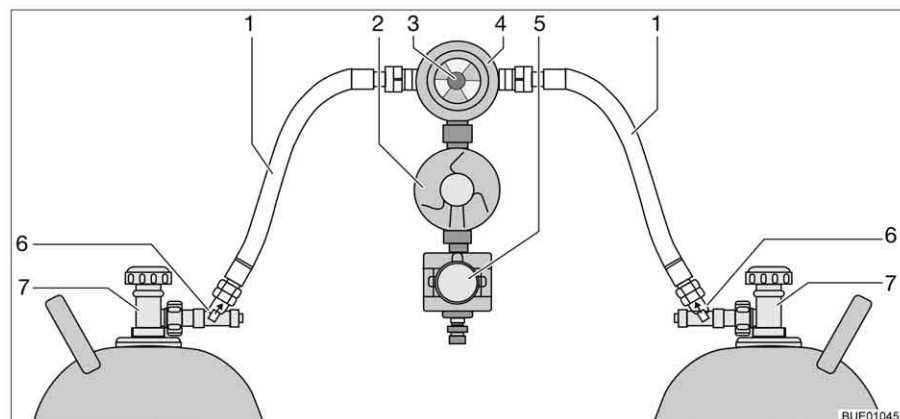

Fig. 99 Instalación de conmutación Crash Protection Unit
La Crash Protection Unit se compone de dos restrictores de desbloqueo manual (Fig. 99,6), una válvula selectora (Fig. 99,4) con regulador de presión (Fig. 99,2), una electroválvula (Fig. 99,5) y la unidad de mando con LED de tres colores. La válvula selectora está montada entre las dos gomas del gas (Fig. 99,1).
Con el botón giratorio (Fig. 99,3) en la válvula selectora se puede determinar cuál de las bombonas de gas se utilizará como bombona de servicio y cuál bombona de gas como bombona de reserva.
En la unidad de mando (Fig. 100) únicamente pueden conmutarse las funciones eléctricas. Las llaves de paso principales de las bombonas de gas (Fig. 99,7) y los desbloques (Fig. 99,6) deben abrirse a mano.
- Abrir las llaves de paso principales en las bombonas de gas (Fig. 99,7).
- Pulsar los desbloques (Fig. 99,6), uno tras otro, durante 10 segundos.
- Con el botón giratorio (Fig. 99,3) en la válvula selectora (Fig. 99,4), seleccionar la bombona de gas de la que habrá de tomarse el gas principalmente (bombona de servicio).
- Cerrar las llaves de paso principales en las bombonas de gas (Fig. 99,7).